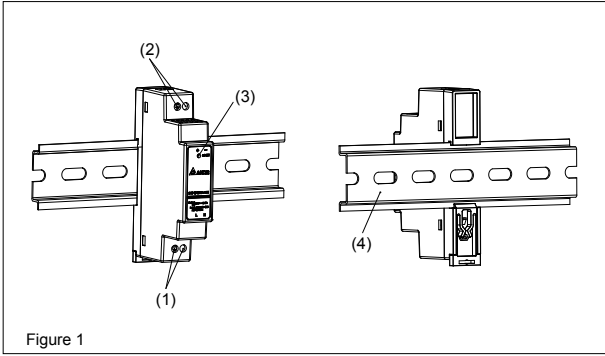
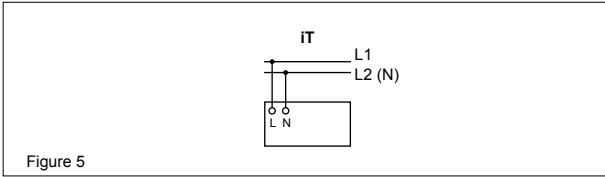

Figure 1
Figure 5
#### 2. Gerätebeschreibung (Abb. 1)
#### 5.1. Anschluss der Eingangsklemmen (Abb. 1, Abb. 5)
Verwenden Sie die Eingangsklemmen L und N (Schutzleiter), um den 100-240Vac-Anschluss herzustellen. Abb. 5 zeigt den Anschluss an die unterschiedlichen Netztypen.
#### 5.2. Anschluss der Ausgangsklemmen (Abb. 1 (2))
Verwenden Sie die Schraubklemmen „+“ und „-“, um den 24Vdc-Anschluss herzustellen. Am Ausgang stehen 24Vdc zur Verfügung. Die grüne LED „DC OK“ zeigt die korrekte Funktion des Ausgangs an (Abb. 1 (4)). Das Gerät verfügt über einen Kurzschluss-, Überlast- und Überspannungsschutz, der auf 34.8Vdc begrenzt ist.